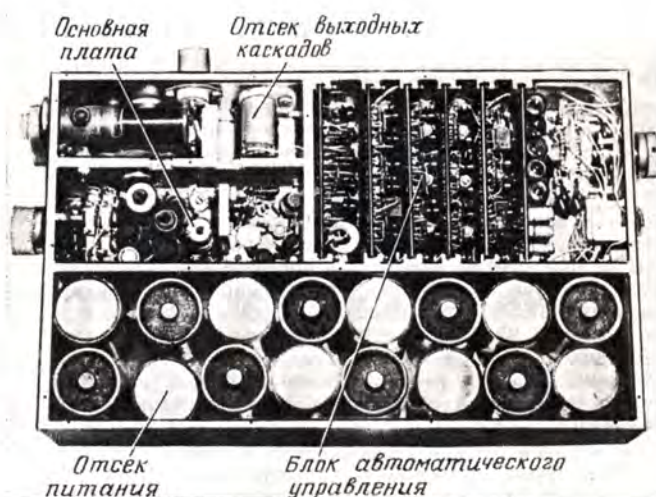

Рис. 9. Передатчик со снятой крышкой (вид сверху)
**Конструкция.** Корпус передатчика выполнен из листового дюралюминия толщиной 5 мм. Внешний вид передатчика приведен на рис. 9, на котором видно расположение основных элементов. Корпус разделен на четыре отсека. В одном отсеке расположены выходные транзисторы  $T_6$  и  $T_9$  передающей части, установленные на радиаторах. Радиаторы выполнены из листового дюралюминия толщиной 8 мм. Выходной транзистор  $T_4$  закреплен на перегородке отсека. В этом отсеке находятся также выходные контуры и антенные гнезда. Под этим отсеком расположена основная плата и переключатель диапазонов  $B1$ . Отсек питания расположен снизу, в нем находятся 16 элементов, из которых три используются для питания часов-манипулятора, а остальные — для питания передатчика.